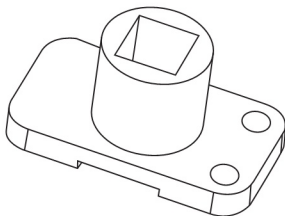
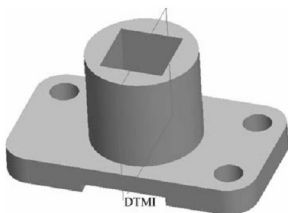

图 6.33 【相同参照】复制孔特征
图 6.34 镜像复制孔特征
- ① 选择【编辑】→【特征操作】命令, 打开【特征】菜单。
- ② 选择【复制】选项, 系统显示【复制特征】菜单。
- ③ 选择【相同参考】→【选取】→【独立】→【完成】命令。
④ 用鼠标点选图 6.32 中的孔, 选择【选取特征】子菜单中的【完成】命令。此时系统会弹出【组元素】对话框, 选择 Dim 3, 即短边方向上的定位尺寸, 选择【完成】命令。在系统弹出的尺寸编辑栏内依次输入新定位尺寸 144, 并单击 ☒ 按钮完成尺寸修改。结果如图 6.33 所示。
步骤 4: 在如图 6.33 所示的图形窗口中选择一个孔特征, 选择【选取特征】菜单中的【完成】命令。在弹出的【设置平面】菜单中选择其中的【平面】选项。提示区提示“选择一个平面或创建一个基准以其作镜像”, 在图形窗口内选择 DTM1, 系统即刻完成了镜像操作, 其镜像复制结果如图 6.34 所示。